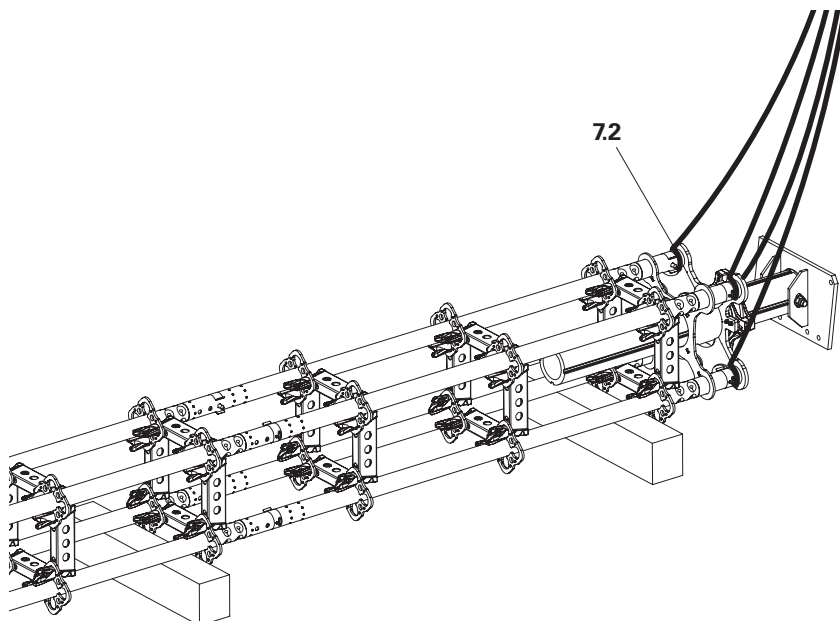

Fig. A2.04
1. Agganciare un'imbracatura tessile intorno ai supporti dei montanti (7.2) della piastra di testa e sollevare il puntello a portata elevata HD con cautela. (Fig. A2.04)